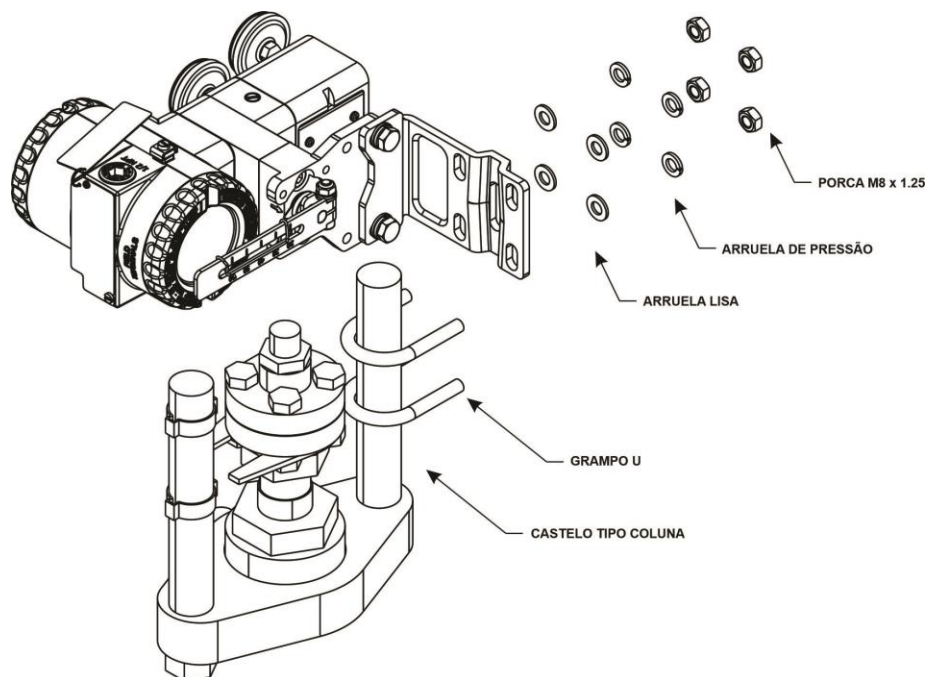

Figura 1.15 – Fixação do suporte de montagem em castelo tipo coluna com grampo U
- Para atuador com castelo tipo coluna para aplicação de grampo U, use dois grampos em U, quatro arruelas de pressão e quatro arruelas lisas. Veja figura 1.15.